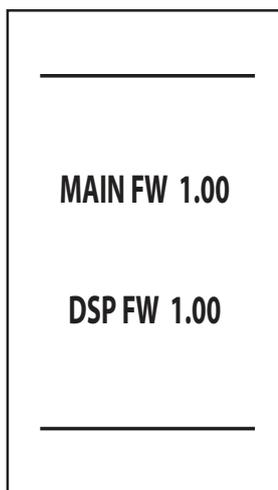

Рис. 6- Включение/Версия ПО
- В течение первых 5 секунд на дисплее отображается версия программного обеспечения платы и дисплея (Рис. 6).